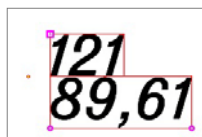

Рис. 5.3
- Положение подписи точки можно изменять интерактивно, захватывая управляющие точки на подписи (перемещение и поворот), а щелчком по символу  в левом верхнем углу подписи можно управлять видимостью подписи (рис. 5.3).